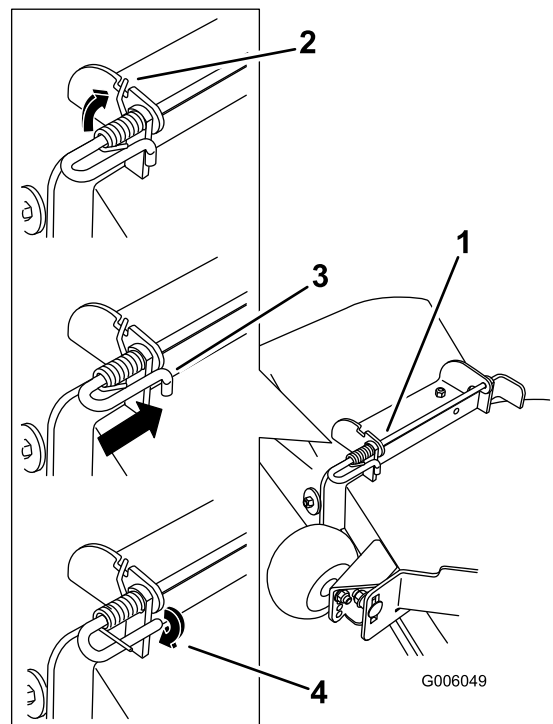

Figura 2
5. Fije el conjunto de varilla y muelle torciéndolo de manera que el extremo corto de la varilla pueda colocarse detrás del soporte delantero que está soldado a la carcasa (Figura 2).
1. Coloque el deflector de caucho con los extremos de los soportes entre los soportes soldados de la carcasa, según se muestra en la Figura 2
4. Levante el extremo del muelle que tiene bucle y colóquelo en la muesca del soporte del deflector (Figura 2).